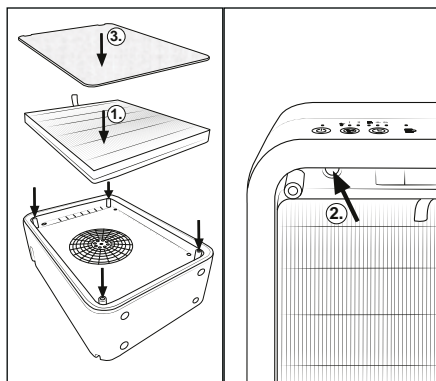

Fig. 7
- ◆ Coloque el nuevo filtro EPA 7 en el aparato (consulte la fig. 7).
- ◆ Mantenga pulsado el botón de restablecimiento del filtro 8 durante 3 segundos (consulte la fig. 7). Con esto, el aparato detecta el filtro nuevo.
- ◆ Coloque la cubierta 6 en el aparato (consulte la fig. 7).